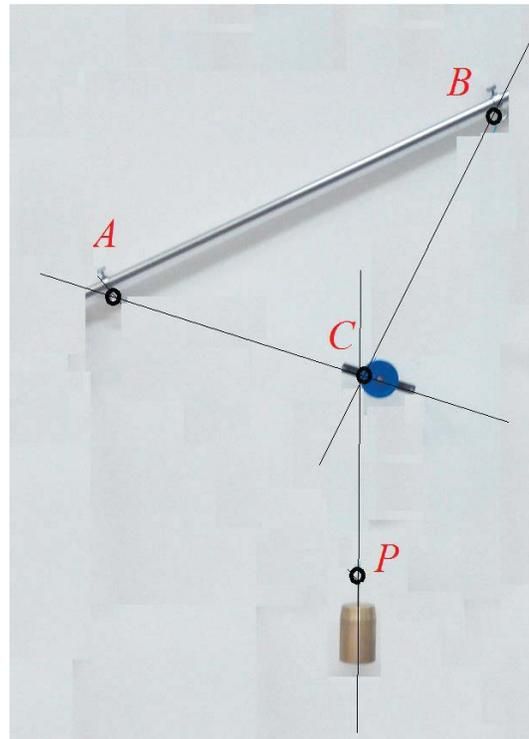

Figura 4 Indicación de las fuerzas en los elementos.
6.8 La Figura 4 muestra los soportes en donde deben estar contenidas las fuerzas representadas vectorialmente en el apartado **6.5**, lugares geométricos que están determinados por los segmentos \overline{AC} , \overline{BC} y \overline{CP} .